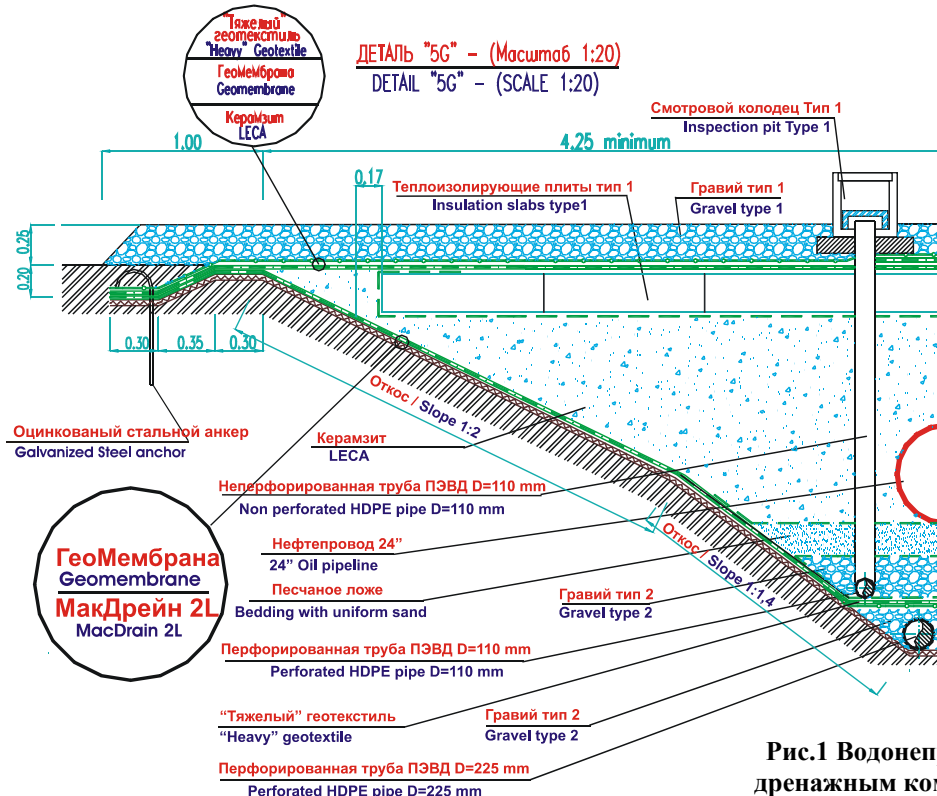

Рис.1 Водонепроницаемая траншея с дренажным композитом МакДрейн 2L
- **Водонепроницаемые траншеи (рис. 1)** - заполненные песком или ЛМЗ. Данное решение представляет собой герметизацию путем обертывания траншеи геомембранами и сварки их между собой для обеспечения сухих условий внутри траншеи. Дренажный композит МакДрейн 2L размещается до гидроизоляционной геомембраны с целью рассеивания давления воды на стенки траншеи и отвода воды в дренаж расположенный на дне траншеи. С целью обеспечения дополнительной безопасности, в случаях протечек гидроизоляции, внутри герметизированных траншей устраивается дополнительный дренаж.